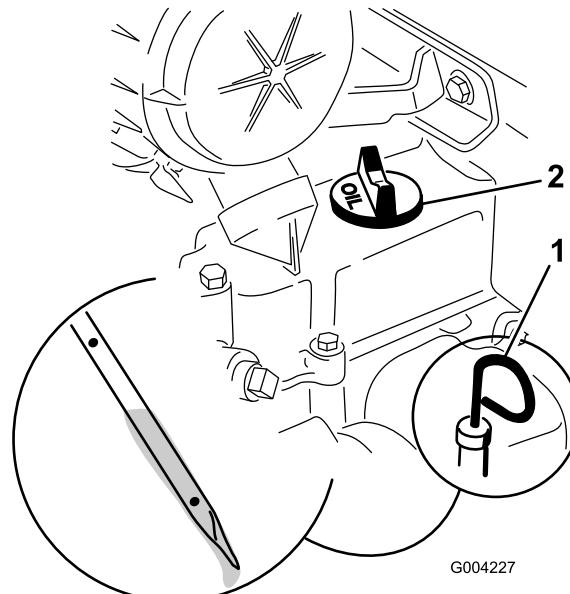

Рисунок 15
2. Вывните шуп и протрите его чистой ветошью (Рисунок 15).
3. Вставьте масломерный щуп в трубку и убедитесь в том, что он вставлен до упора (Рисунок 15).
4. Выньте масляный щуп и проверьте уровень масла (Рисунок 15).
5. Если уровень масла низкий, снимите крышку заливной горловины (Рисунок 15) и долейте столько масла, чтобы поднять его уровень до метки Full («Полный») на масломерном щупе.
6. Вставьте масломерный щуп до упора (Рисунок 15).